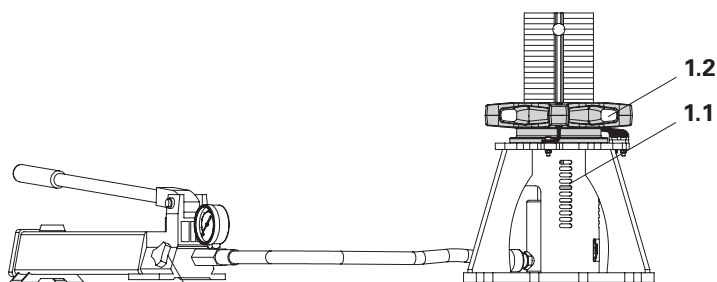

Fig. A5.09
5. Se il pressore rosso (1.1) del tubo filettato compare nel foro successivo, chiudere la valvola della pompa. (Fig. A5.09)